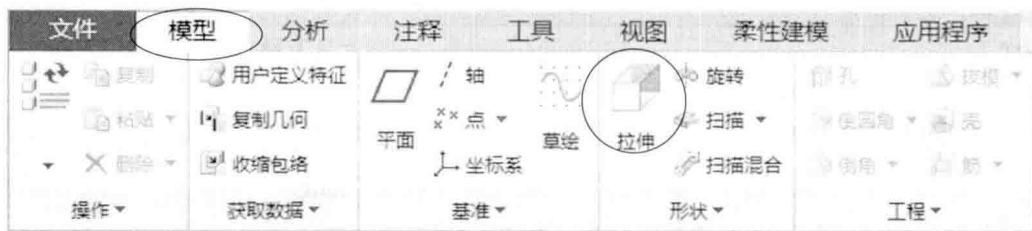

图1-5 单击“拉伸”按钮
Step 06 在横向菜单中单击“模型”选项卡，再单击“拉伸”按钮，如图1-5所示。